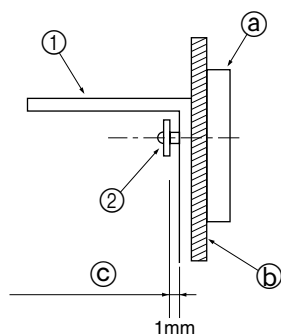

Fig. 3-4
- Først monteres beslaget på væggen, og derefter strammes skruen, så beslaget kan glide op og ned. (Fig. 3-4)
- ① Beslag til forhindring af væltning
- ② Selvskærende skrue